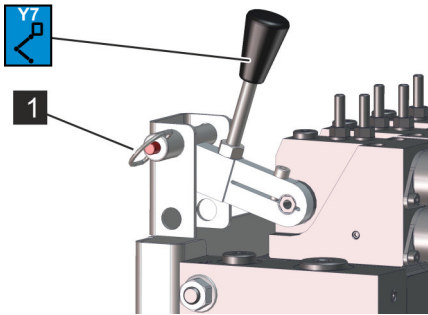

Abb. 172: Verriegelungsstift
- 11.** Nach dem Notbetrieb den Verriegelungsstift (Abb. 172/1) entfernen und das Ventil (Abb. 172/Y7) in Mittelstellung bringen.